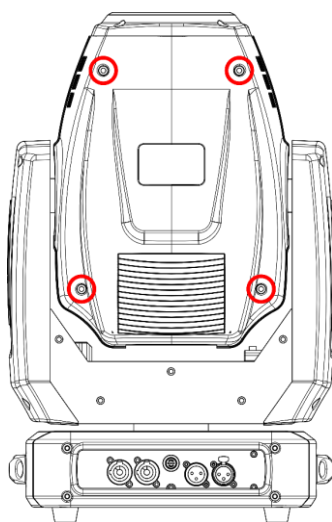

Fig. 12
- 03) Togliere il coperchio della lampada svitando le 4 viti (cfr. fig. 12).